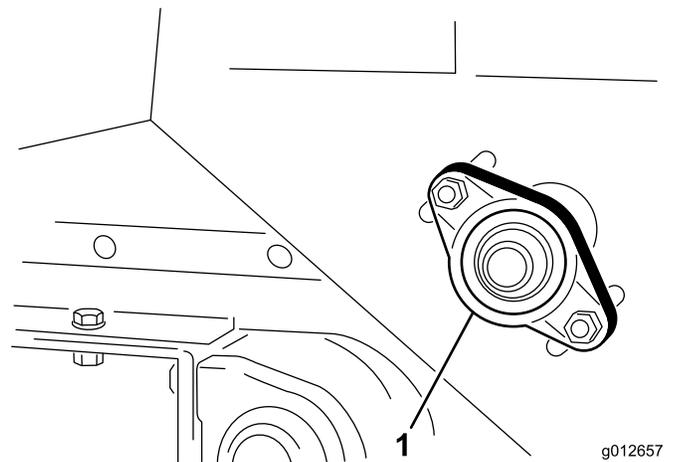

Figura 38
1. Desaperte as porcas que prendem a caixa de rolamentos (Figura 38) ao lado direito da máquina.